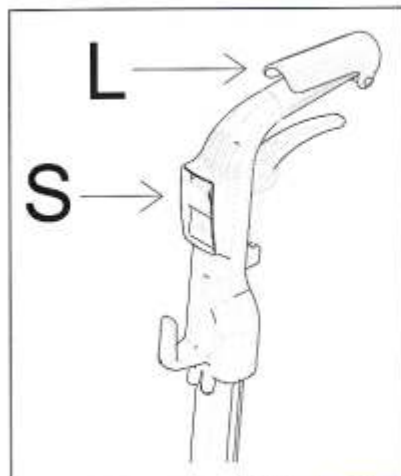

Abbildung 1.8
Das Gerät startet, sobald der Griff in die Hand genommen wird und der gelbe Sicherheitshebel (L) gedrückt wird (Abbildung 1.8).
Auf keinen Fall versuchen, das Gerät bei entladener Batterie erneut zu starten, sondern unverzüglich den Vorschaltsschalter (S) abschalten (Abbildung 1.8).